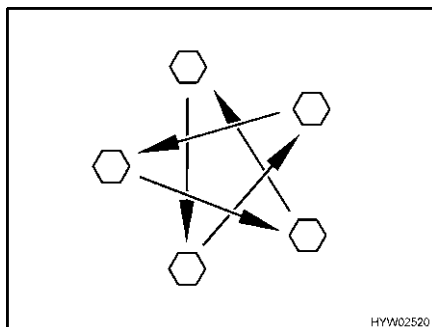

Fig. 251 Apretar las tuercas o los tornillos de las ruedas en forma de cruz
- Comprobar periódicamente que las tuercas o tornillos de las ruedas estén firmemente apretados. Reajustar en forma de cruz (Fig. 251) las tuercas o tornillos después de cambiar una rueda, al cabo de 50 km. Par de apriete, véase apartado 13.5.2.
- ▷ Apretar en forma de cruz las tuercas o los tornillos de las ruedas (Fig. 251).